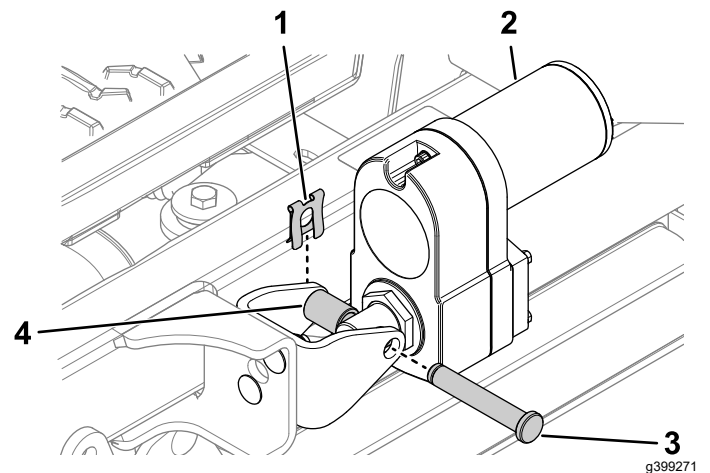

Figura 25
- Prenda o acionador à montagem do acionador usando o passador de forquilha, o espaçador de alumínio e o clipe do pino, como mostra na Figura 25.